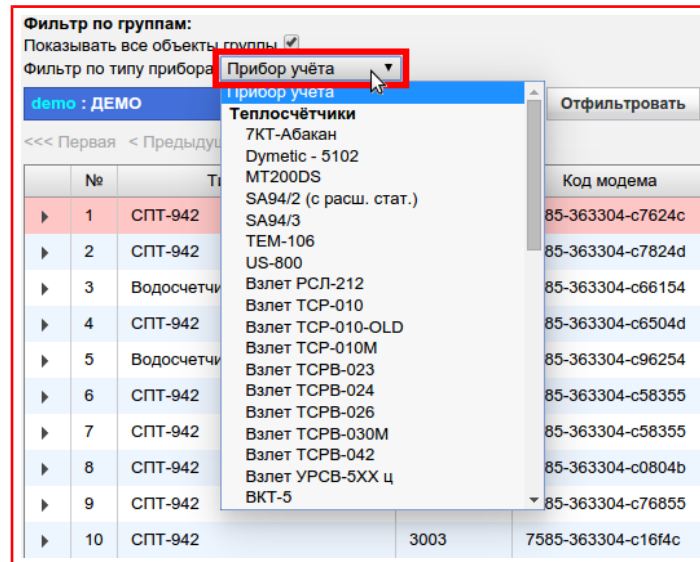

Рисунок 10.9 — Кнопка-меню «Прибор учёта»
- 2.1) Нажать на кнопку-меню рядом текстом **«Фильтр по типу прибора»**, рисунок 10.9;